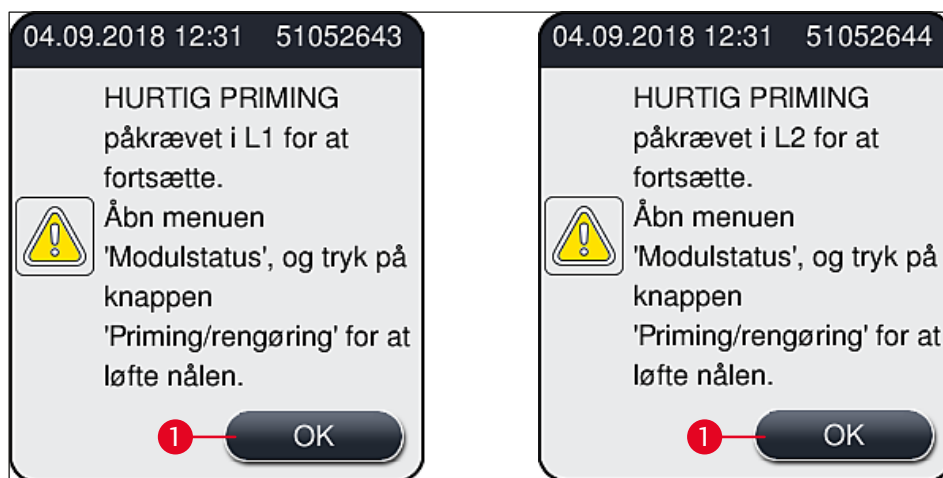

Fig. 51
- ① Når initialiseringsfasen er færdig, vises hovedmenuen (→ Fig. 19) på skærmen, og brugeren får besked (→ Fig. 51) om, at der kræves **Hurtig priming** for den anvendte dækglassbane. Bekræft meddelelseerne ved at trykke på **Ok** (→ Fig. 51-1), og følg anvisningerne (→ S. 118 – 7.3 **Forberedelse af slangesystemet til priming og rengøring**).